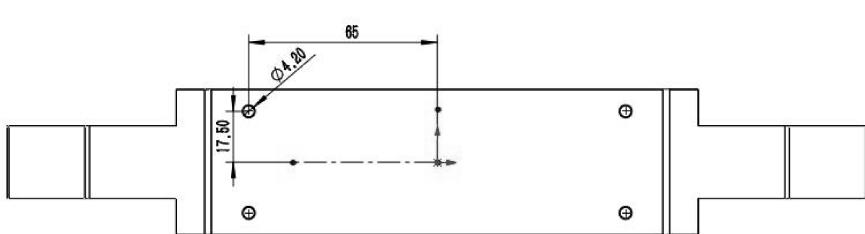

图 6-54 绘制安装孔草图
- 09 绘制安装孔草图。在【草图】选项卡中单击【草图绘制】按钮 $\square$ ，选择钣金底面为草图平面，以捕捉中点的方式创建水平和竖直中心线，单击【圆】按钮 $\odot$ ，绘制图，并镜像形成4个圆，标注其直径为4.2mm，标注其水平和竖直间距分别为65mm、17.5mm，如图6-54所示。